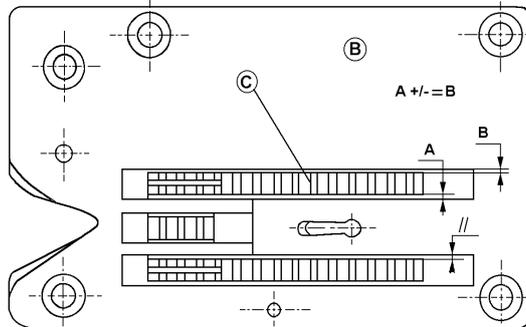

Fig : 19
- Voir Fig:19. Vue en haut du griffe **C**. Les côté du griffe **C** doivent être parallèle avec l'ouverture dans la plaque à aiguille **B**.